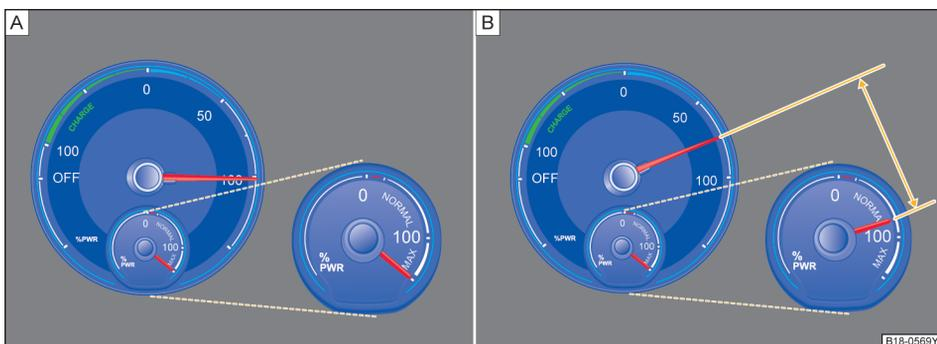

图 12 可用功率表-示意图
- Ⓐ 指针位于 max 区域时，电驱动装置可以达到最高可用功率。（全油门加速时，行驶功率表指针可以达到 100。）⇒ 图 12 Ⓐ
- Ⓑ 指针位于 normal 区域时，电驱动装置无法达到最高可用功率。（全油门加速时，行驶功率表指针最多可与可用功率表平行。）⇒ 图 12 Ⓑ